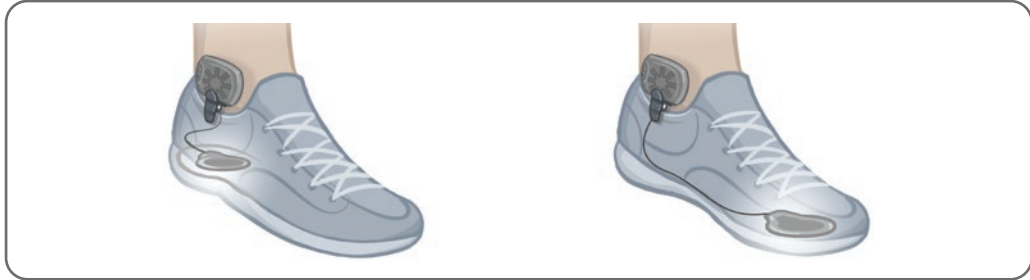

Ilustración 6-19: Posición final del sensor de pie sujeto al calzado
4. Sujete la pinza del transmisor del sensor de pie en el borde interno del calzado. El logotipo de la estrella del transmisor debe quedar mirando en dirección opuesta al tobillo. Consulte la ilustración 6-19.
5. Cubra el sensor de presión con la plantilla. Si sobresale una parte del cable, plieguelo y métalo debajo de la plantilla. Consulte la ilustración 6-19.